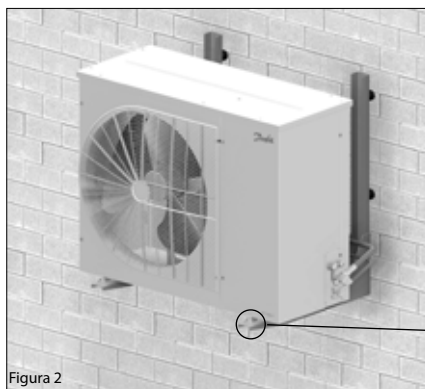

Figura 2
- L'unità deve essere installata fin dall'inizio in modo sicuro su un supporto stabile, rigido e fisso. Vedere la Figura 2